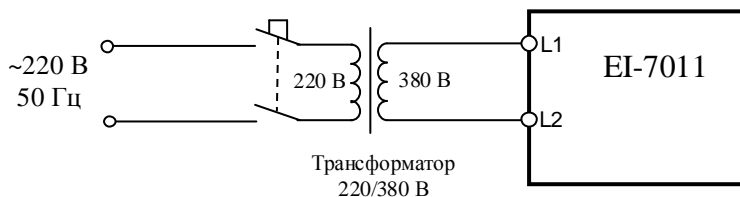

Рис. 4.13. Подключение ПЧ к электросети 1Ф ~220 В через трансформатор 220/380
4.7.2. Подать напряжение питания 3Ф ~380 В на преобразователь (или 1Ф ~220 В при использовании трансформатора 220/380, согласно рис. 4.13). Установить опорную частоту 50 Гц и подать команду «Пуск» двигателя. Визуально проверить вращение вентиляторов.
4.8.1. Подключить преобразователь **EI-7011-001H...007H** к электросети 3Ф ~380 В (или к электросети 1Ф ~220 В через трансформатор 220/380 В, как показано на рис. 4.13).
- 4.9.1. Подключить три лампы (~220 В, 40-100 Вт), соединённые по схеме «Звезда» к выходным клеммам U, V, W преобразователя частоты. Подать питание ~380 В 3Ф (или ~220 В 1Ф через трансформатор 220/380 В (см. рис. 4.13)).